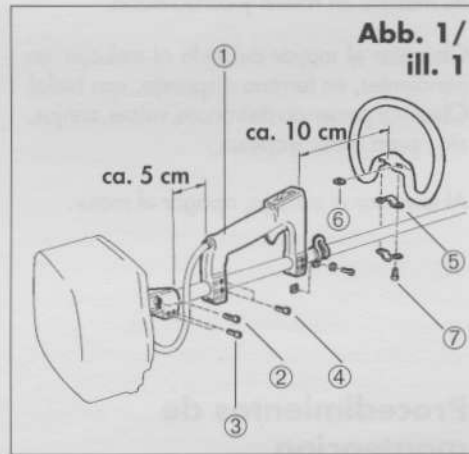

Abb. 1 / ill. 1
1. (Abb. 1) Motor anbauen (Modell 120 mit gebogenem Schaftrohr)